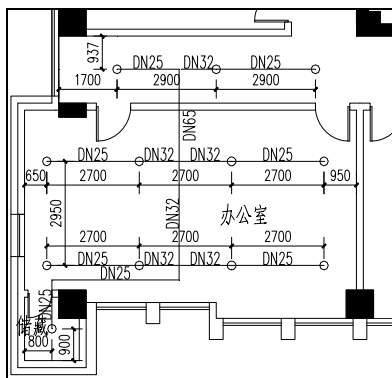

图 14-40 绘制喷头尺寸和喷头距墙尺寸
⑨ 喷头尺寸。单击“平面消防”→“喷头尺寸”命令，在绘图区中点取待标注的喷头，即可绘制喷头尺寸；单击“尺寸标注”→“逐点标注”命令，绘制喷头距墙尺寸，结果如图 14-40 所示。